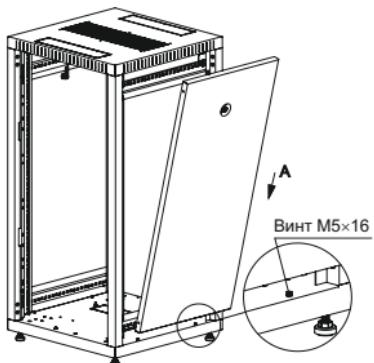

Рисунок 7 – Установка боковых панелей
3.6.2 Для установки боковых панелей в шкаф состыкуйте круглые посадочные отверстия панели с винтами M5×16, установленными на основании (действие А), затем переведите язычки замков в положение «закрыто» (рисунок 7).